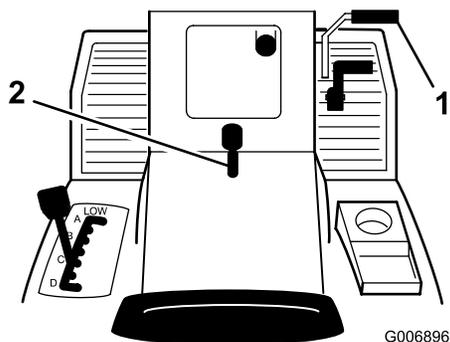

Figura 5
1. Premete e tenete premuto il pedale del freno (Figura 5).
2. Sollevate la leva del freno di stazionamento (Figura 5) ed alzate lentamente il piede dal pedale del freno.
1. Premete il pedale del freno (Figura 5).